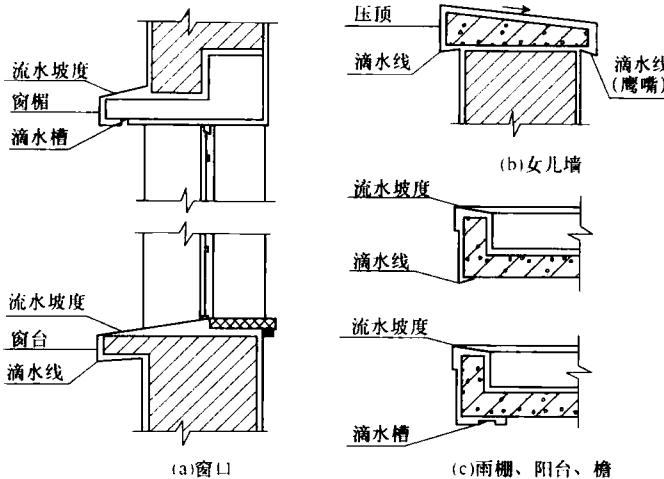

图1-4 滴水线(槽)示意图
(10)抹滴水线(槽)。抹檐口、窗台、窗眉、雨棚、阳台和突出墙面的腰线及装饰凸线等部位时,顶面做流水坡,下面做滴水线(鹰嘴)或滴水槽。滴水槽距外表面距离宜为20~30 mm,滴水槽深度和宽度一般不小于10 mm。女儿墙压顶应坡向墙内,下面应做滴水线,严禁出现倒坡。窗台上面的抹灰层应深入窗框下坎裁口内,堵塞密实。滴水线做法如图1-4所示。